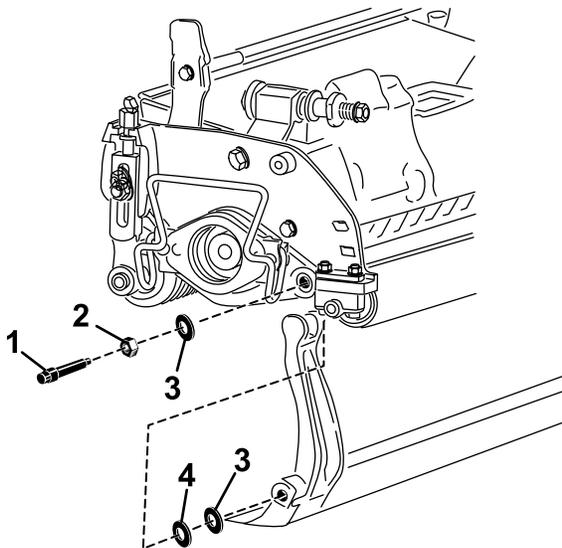

図 15
ベッドバーの両端にそれぞれナイロンワッシャ2枚とスチールワッシャが1枚ずつあるので注意する 図 15。
3. サイドプレートのボスの両側にナイロンワッシャーを入れる。その外側からスチール製ワッシャーを取り付ける (図 15)。